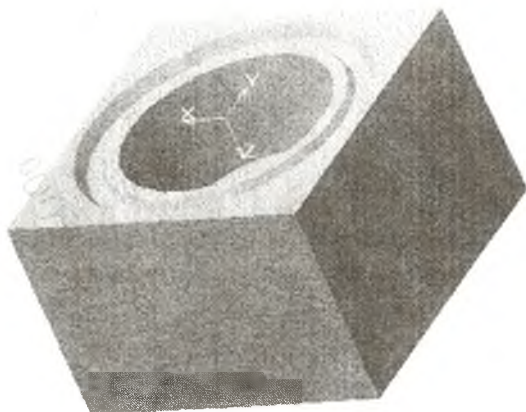

Рис. 24. Модель штампа с эскизами 5, 6 и 7 в произвольном отображении
18) Воспользовавшись кнопкой , поверните изображение. Результат выполнения пунктов 5-17 представлен на рис. 24.